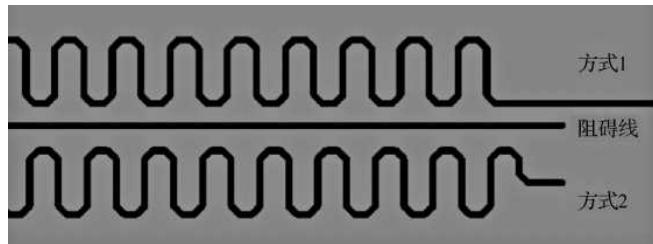

图 10-110 阻碍线的使用
(5) 常规的等长走线是围绕走线的上下两边同时进行绕线的, 为了节约等长空间, 一般按照方式 1 在进行等长绕线前, 在等长另一侧增加一条阻碍线, 这样蛇形绕线通常会出现在同侧, 之后删除阻碍线即可, 如图 10-110 所示。